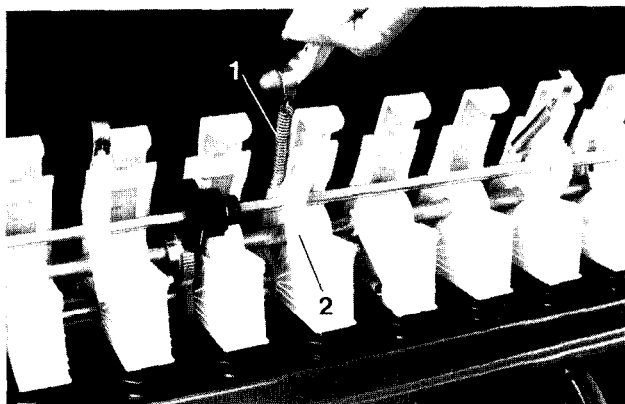
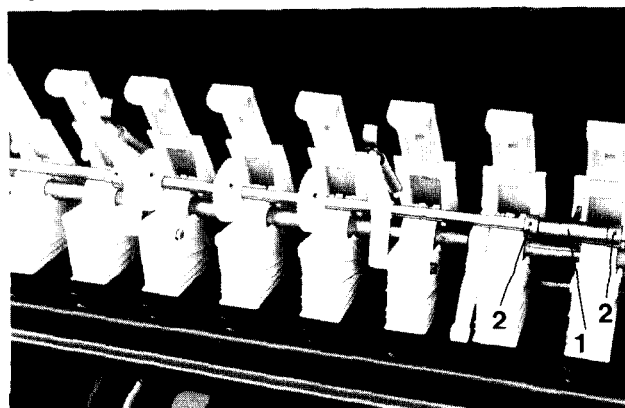
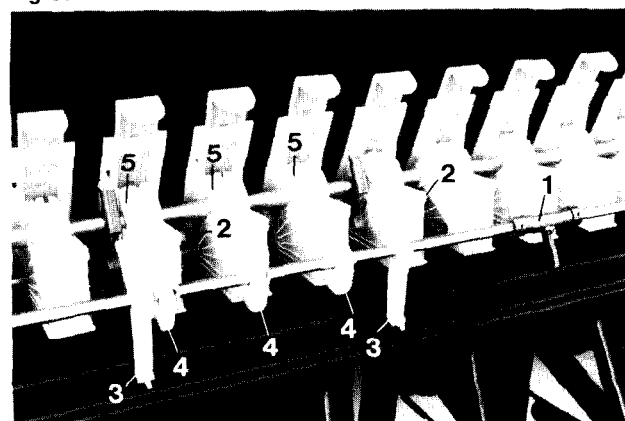

Fig. 60
Fig. 61
Fig. 62
- Zugfedern (Fig. 60/1) zwischen Sägehäusen und Schwenklagern (Fig. 60/2) lösen und die Vorgelegewelle nach hinten abklappen (Fig. 62).
- Eine Halterung (Fig. 61/1), die die Vorgelegewelle axial sichert, greift in eine Aussparung am Sägehäuse. Diese Halterung (Fig. 62/1) wird beim Abklappen der Vorgelegewelle aus der Aussparung herausgezogen und ist nach erfolgter Montage *in der gleichen oder in einer Aussparung der nebenliegenden Sägehäuse zu befestigen*. Die Halterung (Fig. 61/1) wird axial durch Stellringe (Fig. 61/2) auf der Vorgelegewelle gesichert.
- Skt.-Schrauben (Fig. 62/2), mit denen die Schwenklager rechts und links neben den Fahrgassensägehäusen befestigt sind, lösen.
- Schwenklager (Fig. 62/3) und Kunststoffantriebsritzel (Fig. 62/4) auf der Vorgelegewelle verschieben.
- Mitnehmerschrauben (Fig. 62/5) der neuen Fahrgassensäräder lösen, bis diese sich frei auf der Säwelle drehen lassen.
- Schwenklager (Fig. 62/3) rechts und links neben den Fahrgassensägehäusen befestigen und Zugfedern (Fig. 60/1) von den Schwenklagern (Fig. 60/2) zu den Sägehäusen *einhängen*.
Die Montage der Kunststoffantriebsritzel (Fig. 62/4) erfolgt nach Punkt 15.5. Die Vorgelegewelle ist nur auf der rechten Maschinenseite mit Kunststoffantriebsritzeln zu bestücken. Die Antriebsritzel sind auf der Vorgelegewelle so zu montieren, daß der Abstand der Fahrgassensäräder, gemessen von der rechten äußeren Maschinenseite, eine halbe Schlepperspur beträgt. Bei Arbeiten mit der Vorauflaufmarkierung ist die linke Spuranreißerscheibe zu demontieren.